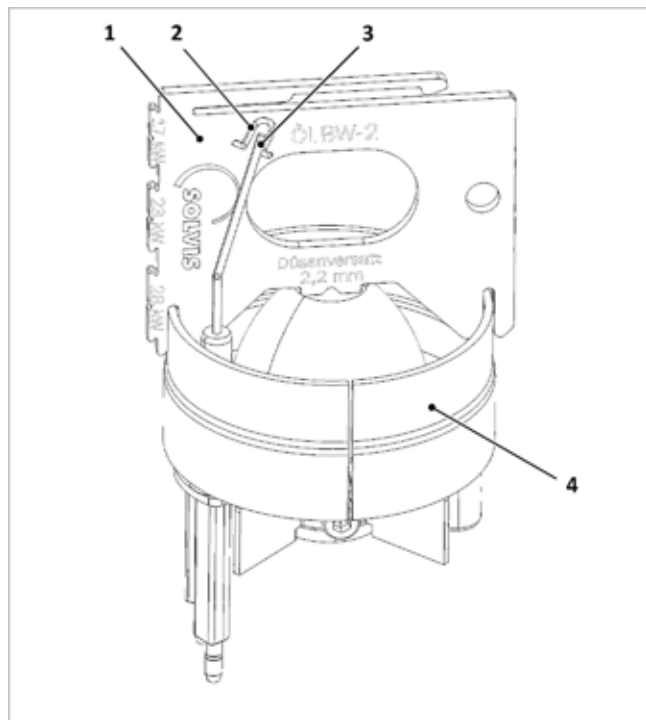

Fig. 149: Comprobación de los electrodos de encendido
1. Revise la distancia de los electrodos (3) tal y como se muestra en la → fig. 149 y, en caso necesario, corrija la doblando los con cuidado.
2. Revise la longitud mínima. El extremo inferior de la ventana de control (2) del calibre establece la longitud mínima de los electrodos de encendido. Si se supera solo ligeramente esta longitud, deberá sustituirlos.